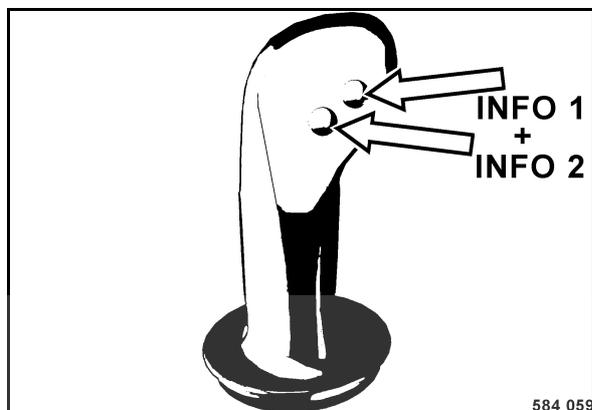

fig. 85
- Appuyer sur les deux touches Info (fig. 85) pendant plus de trois secondes pour accéder au mode d'enregistrement.